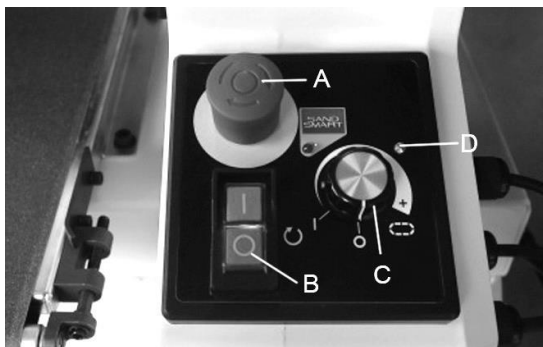

Рис. 8-1: панель управления
2. Сбросьте аварийный выключатель, повернув красную кнопку по часовой стрелке или потянув за нее (А, Рис. 8-1).
**Примечание:** если перед запуском двигателя регулятор скорости движения транспортерной ленты не установлен в положение ВЫКЛ. (OFF), то будет мигать индикаторная лампочка (D). Такая система оповещения помогает предотвратить непреднамеренный запуск транспортерной ленты. Если двигатель транспортера не работает, переведите регулятор (С) в положение ВЫКЛ. (OFF) и повторно установите скорость движения ленты.